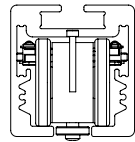

Abb. 3: Fahrwagen in der Schiene
II. Bohren Sie eine Öffnung mit Durchmesser 10 – 12 mm an der Stelle der Schiene, wo der Sicherheitsstift eingeführt werden soll, Abb. 3.
- 4) Setzen Sie den Hubmotor so in die Schiene ein, dass der positive Pol (+ Plus) rechts zu liegen kommt, siehe Abb. 3.
- 3) Setzen Sie den Hubmotor so in die Schiene ein, dass der positive Pol (+ Plus) rechts zu liegen kommt, siehe Abb. 3.